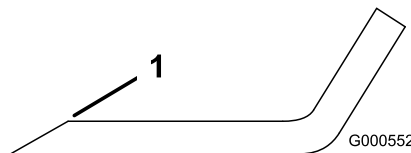

Bild 62
1. Schärfen Sie die Schnittkante an beiden Enden des Schnittmessers mit einer Feile (Bild 62).
Hinweis: Feilen Sie, wenn das Schnittmesser nicht ausgewuchtet ist, vom Flügelbereich des Messers etwas Metall ab (Bild 62).